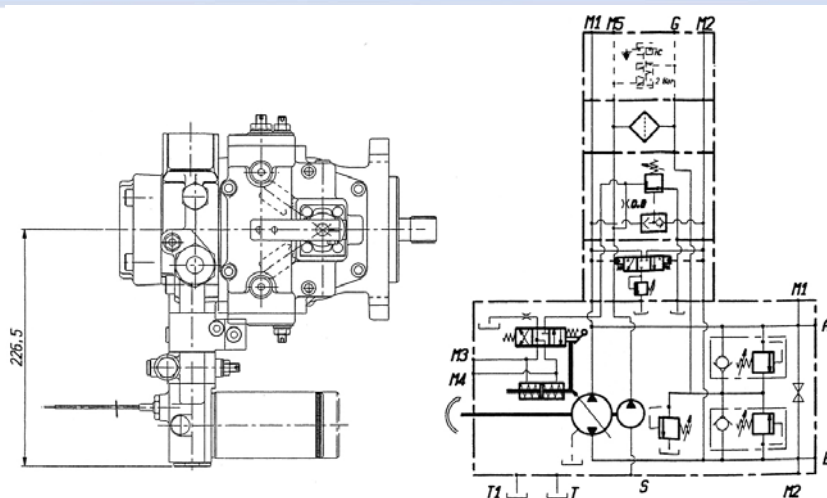

Рис. 21. «Промывочный» распределитель с фильтром в напорной гидрوليнии подпиточного насоса.
- «Промывочный» распределитель с фильтром в напорной гидролинии подпиточного насоса (рис. 21);